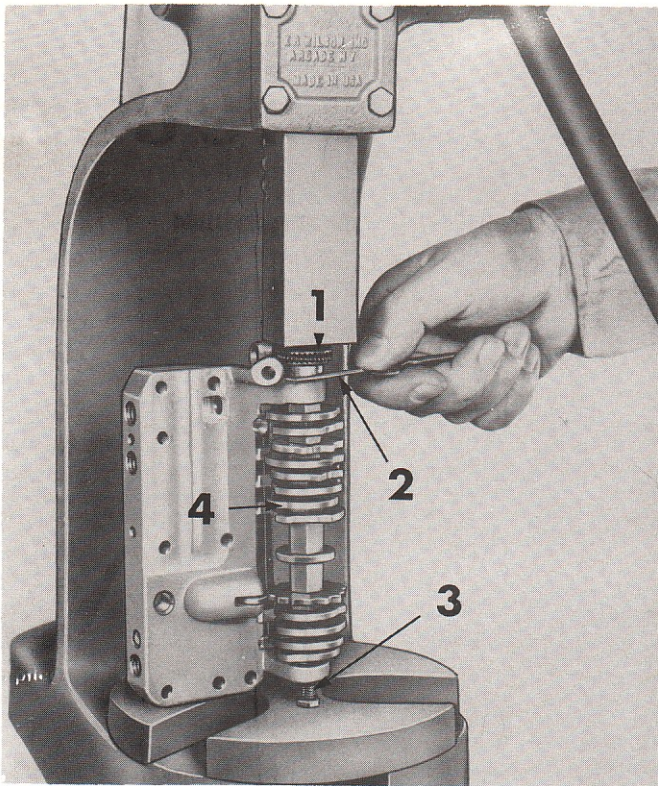

FIGURE 104 : Montage de l'arbre à cames —
2. Placer l'arbre à cames dans le corps supérieur de distributeur. Introduire un boulon de 3/8" dans l'extrémité gauche de l'arbre à cames pour supporter l'ensemble pendant qu'on emmanche la roue du câble sur l'extrémité droite, comme représenté Figure 104. Conserver entre la roue et le corps de distributeur